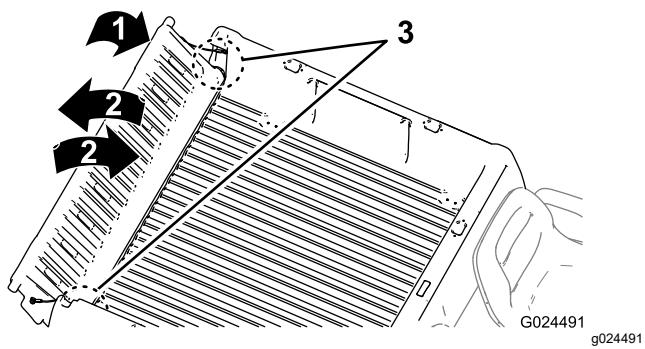

图 16
- 然后将尾门旋转到大约 45 度的位置图 16。
- 以短促震动的方式前后旋转尾门几次图 16。